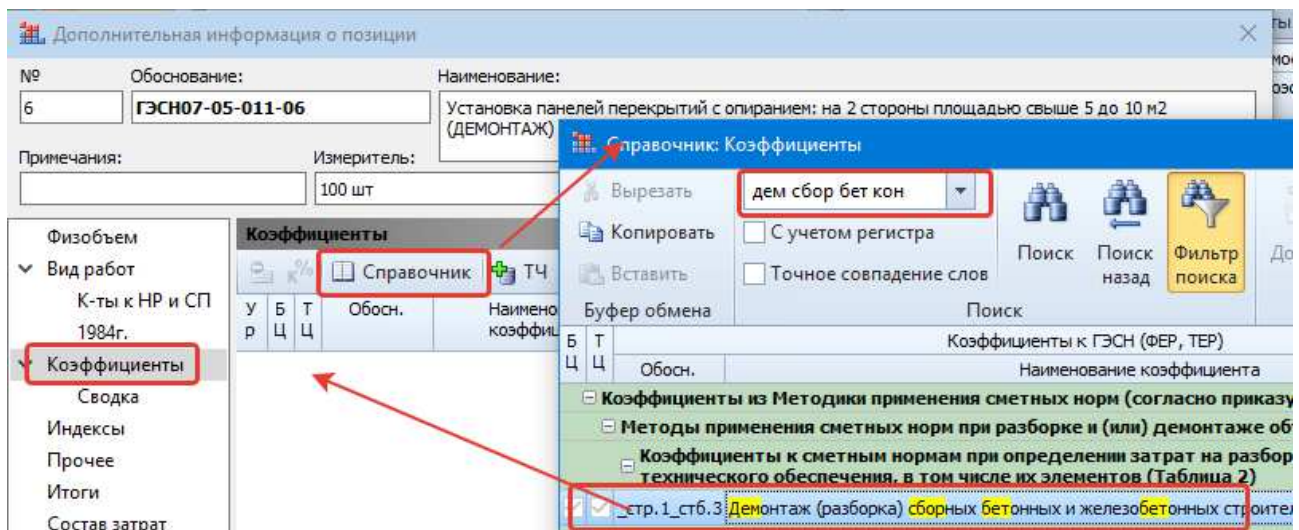

Рисунок 7.10. Добавление коэффициента на демонтаж
- В окне **Дополнительная информация о позиции (F3)** (рис. 7.10) во вкладке **Коэффициенты** нажмите кнопку **Справочник**.